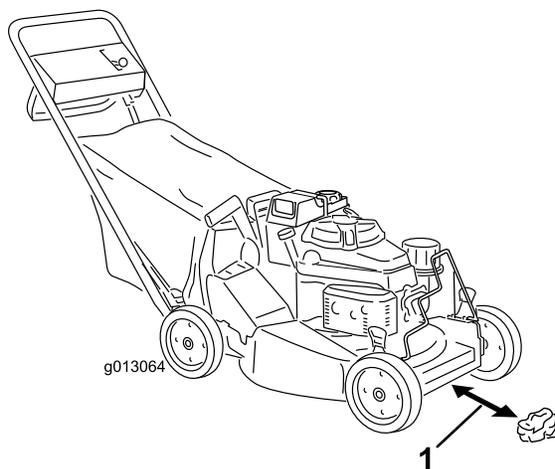

Figura 16
4. Mueva el control de velocidad de avance a la posición de Punto muerto (N).
5. Tome media página de periódico y haga una bola con ella que sea lo suficientemente pequeña como para pasar por debajo de la carcasa (unas 76 mm de diámetro), según muestra Figura 16.
6. Coloque la bola de papel de periódico a unos 12.7 cm (5 pulgadas) por delante de la máquina (Figura 16).
- Coloque la bola de papel de periódico a unos 12.7 cm (5 pulgadas) por delante de la máquina (Figura 16).